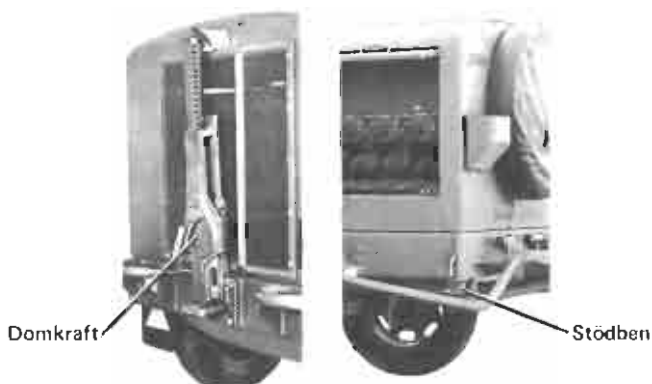

Bild 51. Domkraft och stödben i transportläge
09. Kontrollera att domkraften och stödbenen är låsta i transportläge, se bild 51.
② Under rast